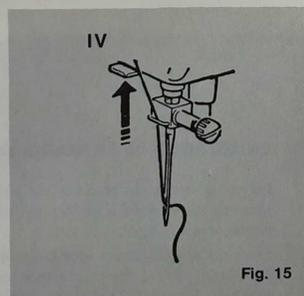

Fig. 15
(IV) Llevar la palanca a su posición inicial y tirar del hilo con los dedos (fig. 15).